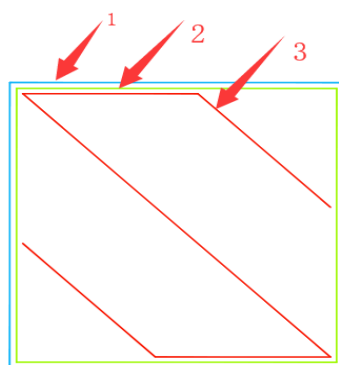

图 19，单层 gcode 示意图
S 形填充即线形填充的改进版，如图 19 中 3 号轨迹，其行走轨迹类似于 S，也可称作锯齿形，会将相邻填充线的末端连接起来，使填充结构与模型侧面粘接更紧密。
(2) 先填充后打印轮廓：即用于选择是否先打印模型填充部分然后再打印轮廓（内外壳），如选中此选项，会先打印图 19 中路径 3（填充），然后再打印路径 2（内壳）和路径 1（外壳）；
(3) 先打外轮廓再打内轮廓：即用于选择是否先打印模型外部轮廓后打印内部轮廓，如选中此选项会先打印图 19 中的路径 1（外壳），然后再打印路径 2（内壳）；
(4) Z 方向渐变填充步长：即用于需要逐渐改变模型填充率的模型，确定多少层改变一次填充率。